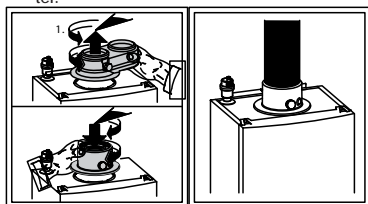

Fig. 4
4. Monteer de parallelle rookgasadapter en monteer de concentrische rookgasadapter volgens Fig.4.